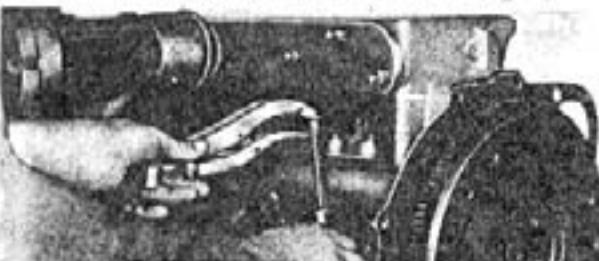

fig. 9 — remoção das molas das válvulas de escapamento
- Sustentando a mola comprimida, forçar a sua parte inferior para fora, usando uma pequena alavanca a fim de libertar a mola do tacho (fig. 9).